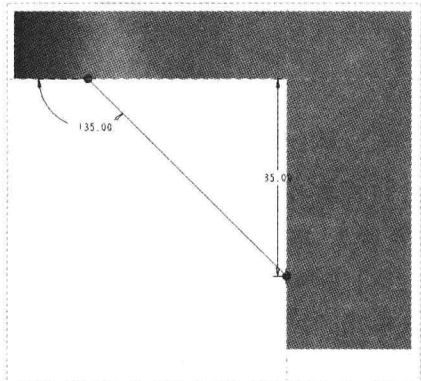

图 6-86 绘制截面
Step 03 弹出“轮廓筋”选项卡，在模型树中选择 RIGHT 基准平面作为草绘平面，进入草绘环境，单击“草绘”选项卡中的相应按钮，绘制截面，如图 6-86 所示。